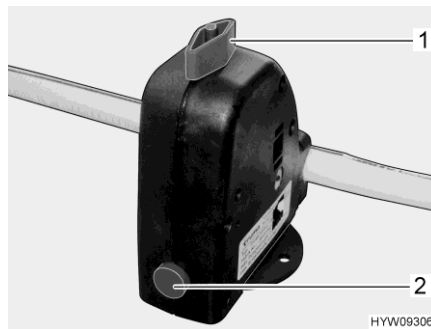

Fig. 89 Válvula de seguridad/purga (caldera)
La caldera está equipada con una válvula de seguridad/purga (Fig. 89). La válvula de seguridad/purga evita que el agua de la caldera se congele cuando no esté conectada la calefacción en caso de helada.
- Cerrar la válvula de seguridad/purga. Para ello, girar el botón giratorio (Fig. 89,1) a la posición transversal en referencia a la válvula de seguridad/purga y hundir el botón (Fig. 89,2).
- Abrir la válvula de seguridad/purga. Para ello, girar el botón giratorio (Fig. 89,1) a la posición longitudinal en referencia a la válvula de seguridad/purga. El botón (Fig. 89,2) salta hacia fuera. La caldera se vacía hacia fuera a través de la válvula de seguridad/purga.